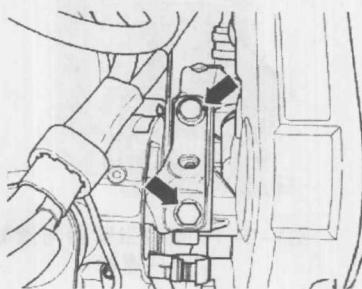

图1-4-3 取出机组支架
⑪旋出机组支承/发动机支架的紧固螺栓并将整个机组支架拆下，如图1-4-3所示。